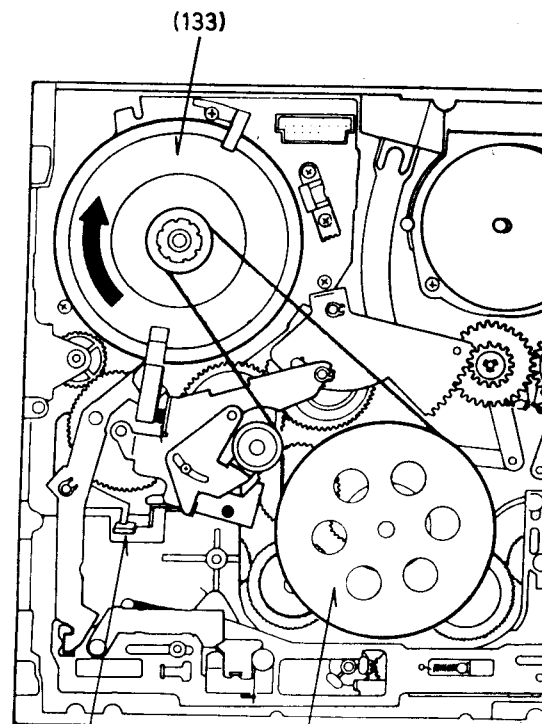

Fig. 15
- Umstellhebel (122) drücken und Capstanrotor (133) im Uhrzeigersinn drehen bis der Einfädelvorgang abgeschlossen ist (Fig. 15).
- Press the Change-over Lever (122) and rotate the Capstan Rotor (133) in the clockwise direction until the loading in process is completed (Fig. 15).